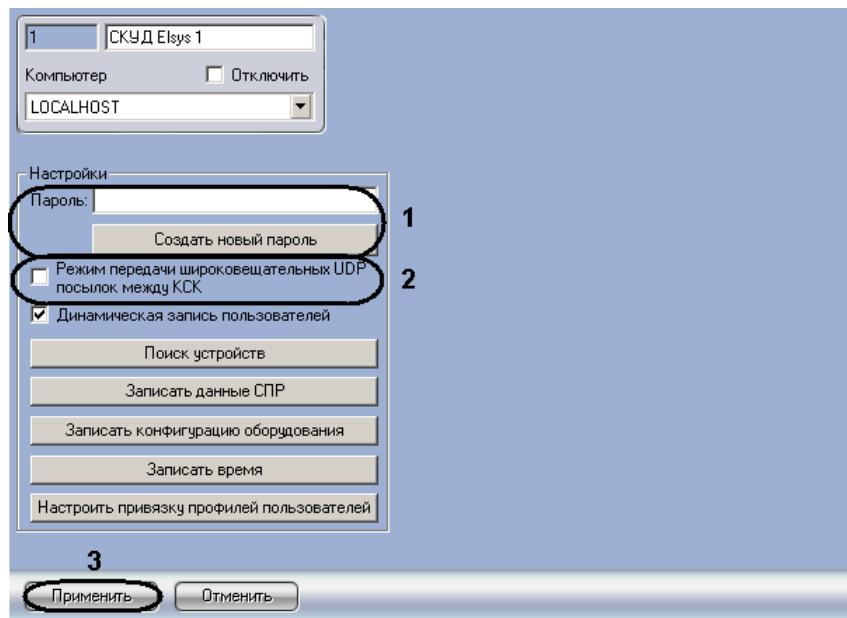

Рис. 3.2-2 Панель настроек объекта СКУД Elsys
1. Перейти на панель настройки объекта СКУД *Elsys* (см. Рис. 3.2-2).
2. Ввести пароль подключения к СКУД Elsys в поле **Пароль:** или создать его нажатием на кнопку **Создать новый пароль** (см. Рис. 3.2-2, 1).
3. Для включения режима передачи данных по протоколу UDP между коммуникационными сетевыми контроллерами установить соответствующий флажок (см. Рис. 3.2-2, 2).
4. Для сохранения внесенных изменений нажать кнопку **Применить** (см. Рис. 3.2-2, 3).